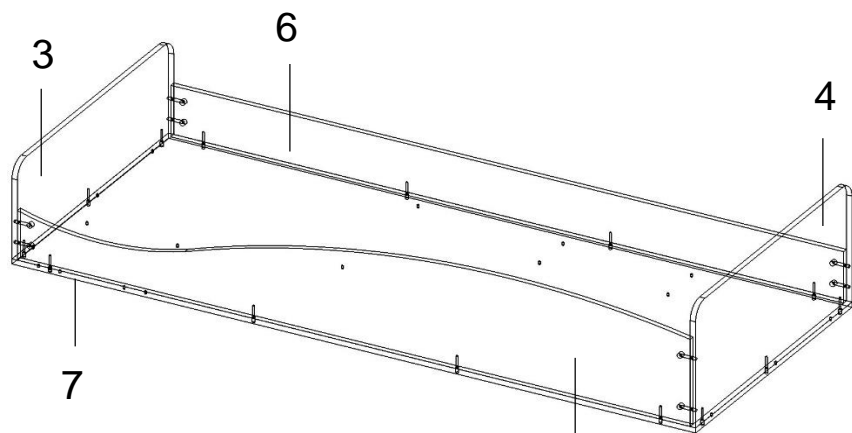

рис. 3
- 3 Соберите основание кровати (рис. 3). Закрепите спинку 4 к основанию 7 евроинтами. Закрепите панели 5, 6 к спинке 4 эксцентриковой стяжкой, а к основанию 7 евроинтами. Закрепите спинку 3 к панелям 5, 6 эксцентриковой стяжкой, а к основанию 7 евроинтами.